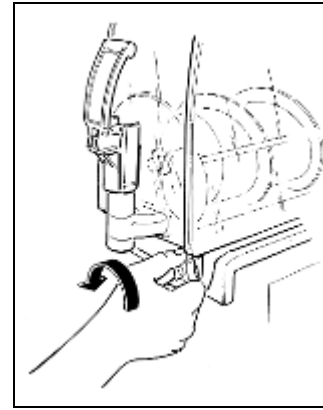

Fig. 1
L'apparecchio su una superficie orizzontale e solida facendo in modo che la carrozzeria dell'apparecchio sia ben areata (almeno 20 cm di spazio libero, fig.1), installare l'apparecchio in un ambiente asciutto ed evitare di installarlo
- **S**vitare e sfilare i pomelli (vedi fig.1).